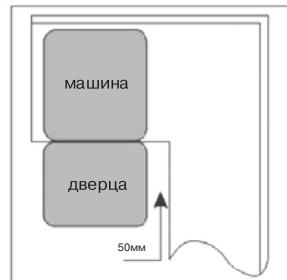

Рис. 4. Вид сверху.
2. При размещении посудомоечной машины в угловой части мебели для встройки минимальное расстояние между боковой частью открытой дверцы посудомоечной машины и кухонной мебелью должно быть не менее 50 мм (рис. 4).